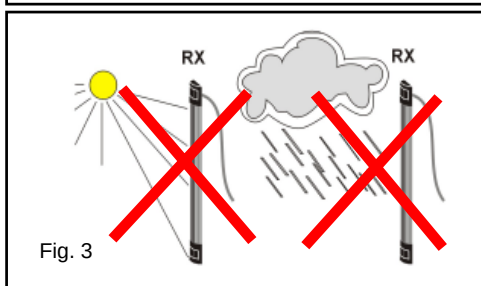

Fig. 3
- Non orientare il ricevitore contro la luce solare diretta o esposto direttamente alle intemperie (fig. 3).
- Den Empfänger niemals so montieren, daß er direktem Sonnenlicht oder den Unbilden des Wetters ausgesetzt ist (fig. 3).
- Ne jamais diriger le récepteur vers le plein soleil ni l'exposer à l'intempérie (fig. 3).